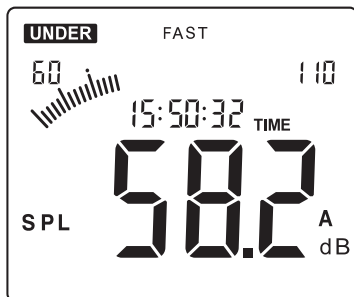

Figura 10
3. Se a escala de medição selecionada for superior ao nível de ruído ambiente, por exemplo, quando ajustada para 60 ~ 110 dB e o nível sonoro atual for inferior a 60 dB, o display exibirá a indicação “**UNDER**”. Nesse caso, pressione a tecla “ ou ”, para selecionar uma escala mais baixa até que a indicação “**UNDER**” desapareça, conforme ilustrado na figura 10.